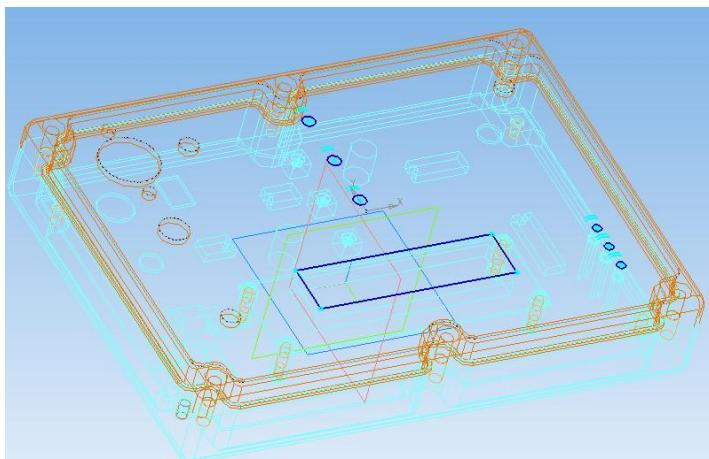

Рис. 5.1. Проецирование отверстий
4. Выбрать кнопку **Спроецировать**  и на поверхность крышки спроектировать отверстия как на рис. 5.1. Кнопкой **Спроецировать** надо пользоваться аккуратно и нажимать на проецируемые линии один раз.